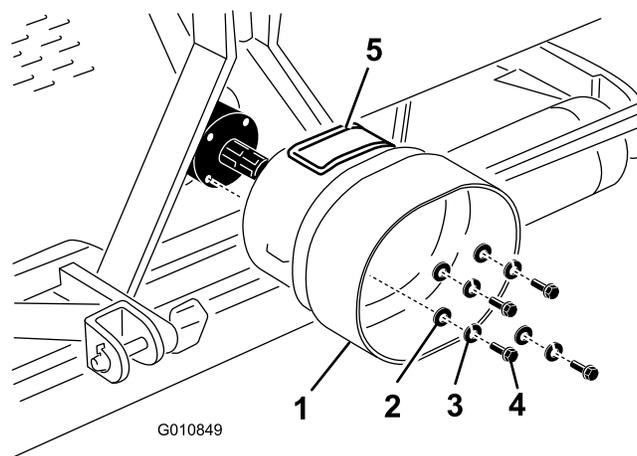

Figura 18
1. Rimuovete i 4 bulloni, le 4 rondelle di bloccaggio e le 4 rondelle piane fissate sulla parte posteriore della trasmissione della presa di forza dell'arieggiatore (Figura 18).
2. Montate la protezione della presa di forza sulla trasmissione dell'arieggiatore con i dispositivi di montaggio precedentemente rimossi (Figura 18). Quando montate la protezione della presa di forza assicuratevi che lo sportellino di accesso (Figura 18) si trovi sulla parte superiore o su un lato, a seconda della struttura dell'arieggiatore.
Nota: È possibile aprire lo sportellino di accesso (Figura 18) per facilitare l'operazione di rimozione e fissaggio dei dispositivi di montaggio dell'albero della presa di forza.